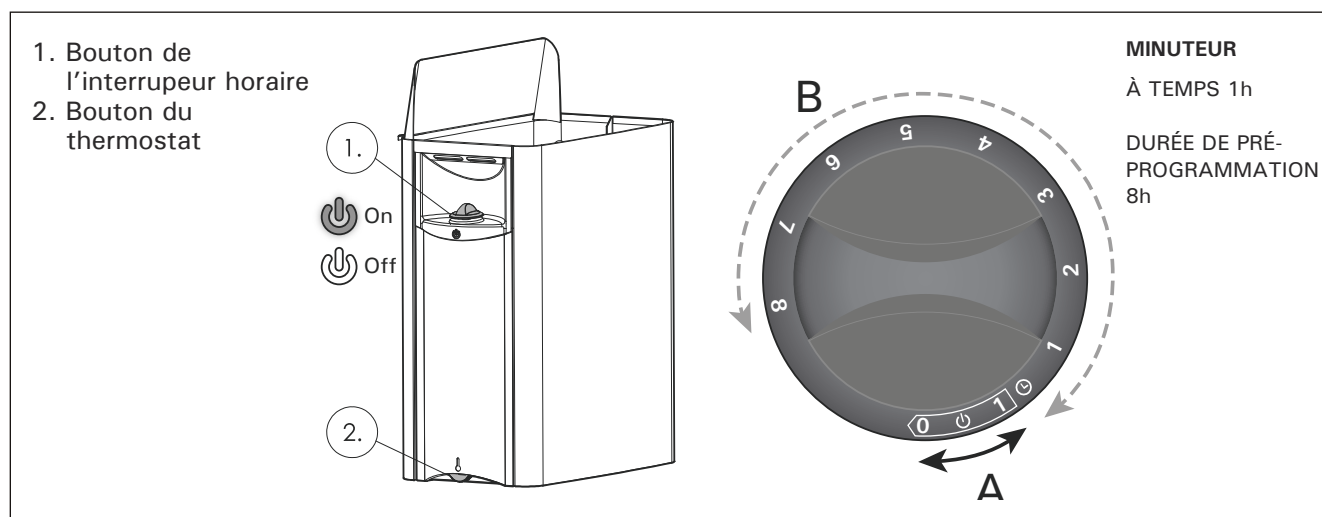

Figure 2. Boutons
Tourner le bouton de l'interrupteur horaire dans le sens des aiguilles d'une montre sur la partie «marche» (section A de la figure 2, 0 à 1 heures). Le poêle commence à chauffer immédiatement. Laisser au moins 30 minutes pour que la salle de sauna chauffe à une température moyenne d'utilisation.
Pour pré-programmer l'heure de début du chauffage, tourner le bouton de l'interrupteur horaire dans le sens des aiguilles d'une montre jusqu'à la partie pré-programmation (section B de la figure 2, 0 à 8 heures). Le poêle démarrera après écoulement de la durée de pré-programmation et rotation de l'interrupteur horaire sur la partie « marche ». Le poêle fonctionnera pendant environ une (1) heure. L'éclairage reste également allumé pendant la durée de pré-programmation.
Le thermostat (figure 2) sert à maintenir la température souhaitée dans la cabine de sauna. Procéder à des essais pour trouver le réglage qui convient le mieux.